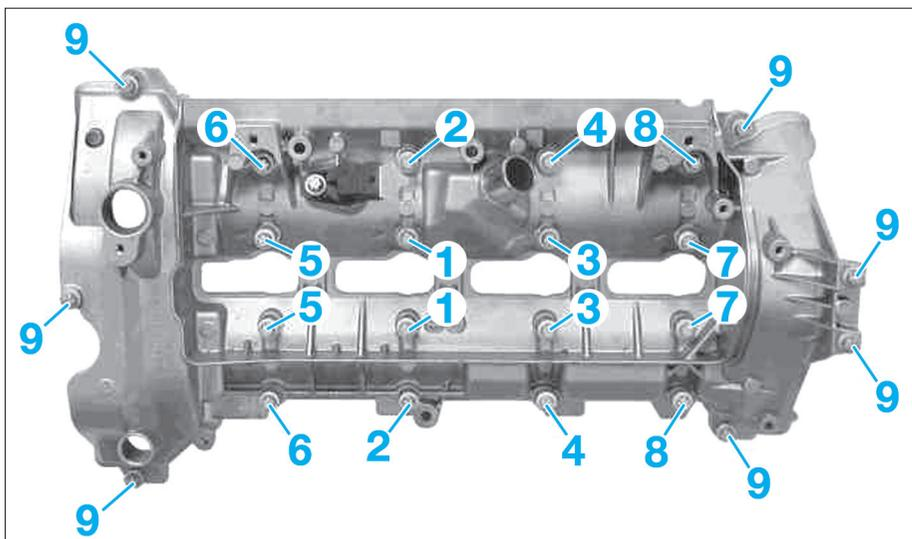

FIG. 59
- Déposer le couvre-culasse dans l'ordre inverse indiqué (Fig.59).